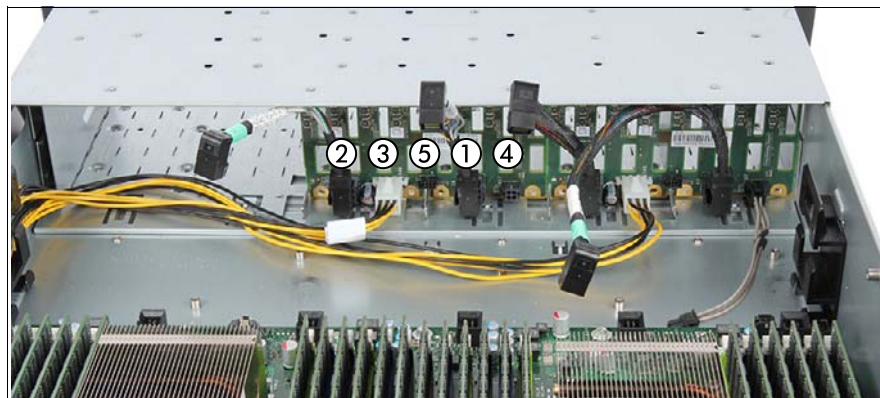

図 81: ケーブルのバックプレーン 2 への接続
- ▶ 必要に応じて、バックプレーン 2 へ 2 本の SAS ケーブルを接続します (172 ページ の図 81 を参照)。